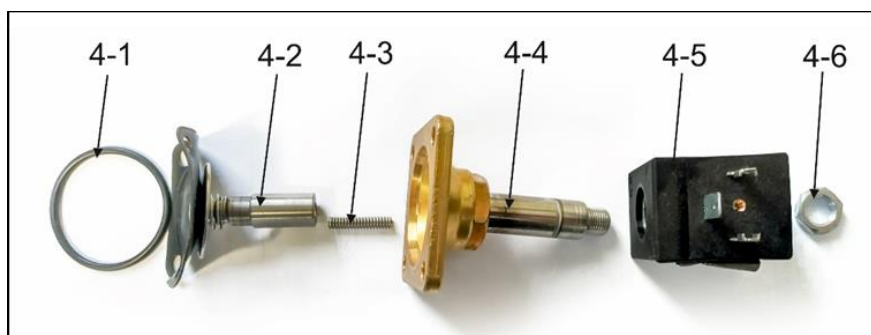

Рис. 37: Сборка электромагнитного клапана
- Отвинтите 1 винт от соединителя клапана (1).
- Отсоедините соединитель клапана (1).
- Отвинтите 4 винта (2).
- Снимите электромагнитный клапан (4).
- Снимите с корпуса уплотнение клапана (4-1). (см. Рис. 37)
- Установите электромагнитный клапан (см. Рис. 37).
- Установите новый электромагнитный клапан, используя 4 винта (2),